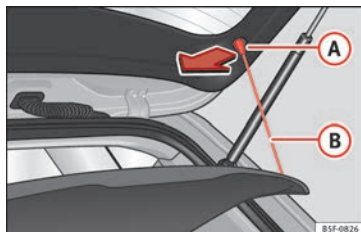

Fig. 163 En el maletero: desmontar y montar la bandeja.
- Desenganche los tirantes de sujeción » **fig. 163** **B** de los alojamientos **A**.
- Enganche los tirantes de sujeción » **fig. 163** **B** en el portón trasero » **△**.